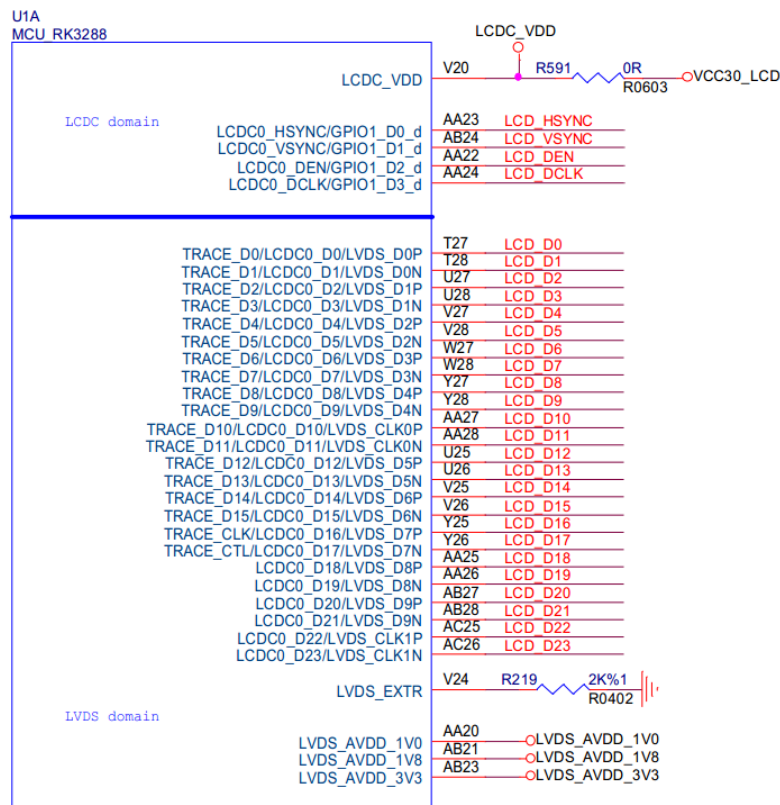

图14-1
- RK3288支持Parallel RGB、LVDS、MIPI、eDP、HDMI等多种视频输出模式，MIPI、LVDS、HDMI PHY的参考电阻，请选择1%精度电阻，eDP无需外接参考电阻，如图14-1~图14-5；